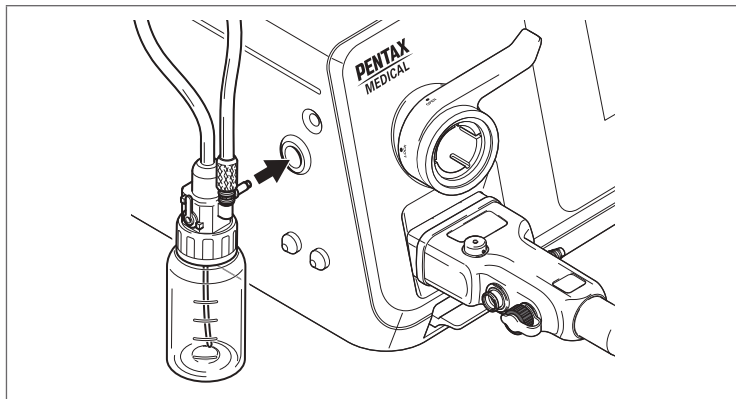

Figura 4.11
4. Împingeți în mufa ansamblului recipientului pentru apă până ce se fixează cu un clic. (Figura 4.11)